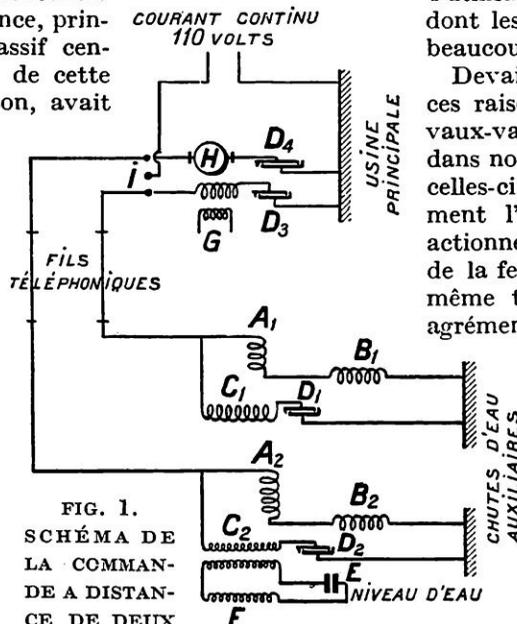

FIG. 1.
avec la bobine L (fig. 1 et 2). Le commutateur employé pourra occuper deux positions (fig. 3). Quand les contacts de gauche sont reliés aux contacts du centre, le condensateur variable est en série avec la bobine. Quand les contacts du centre et de droite sont réunis entre eux, le condensateur est en dérivation sur la bobine. On
M. Lorfeuvre a réalisé cette commande automatique, en utilisant la propriété que possède tout moteur asynchrone de débiter de l'énergie, s'il vient à être entraîné lui-même par un mécanisme moteur, à partir de sa vitesse de synchronisme. Le mécanisme est ici la turbine elle-même, dont l'on commande l'ouverture du distributeur par une émission de courant envoyée de la station centrale. Au moment où la vitesse de synchronisme est atteinte, la génératrice est *accrochée* et commence à débiter du courant sur le réseau. Comme on peut le voir sur le schéma de la page précédente (fig. 1), la commande à distance est réalisée sans aucun fil conducteur, les fils téléphoniques reliant les stations génératrices étant seuls utilisés. Tout en assurant le service normal du téléphone, ces deux fils transmettent, en outre, à l'usine principale :
(1) Voir *La Science et la Vie*, n° 64.